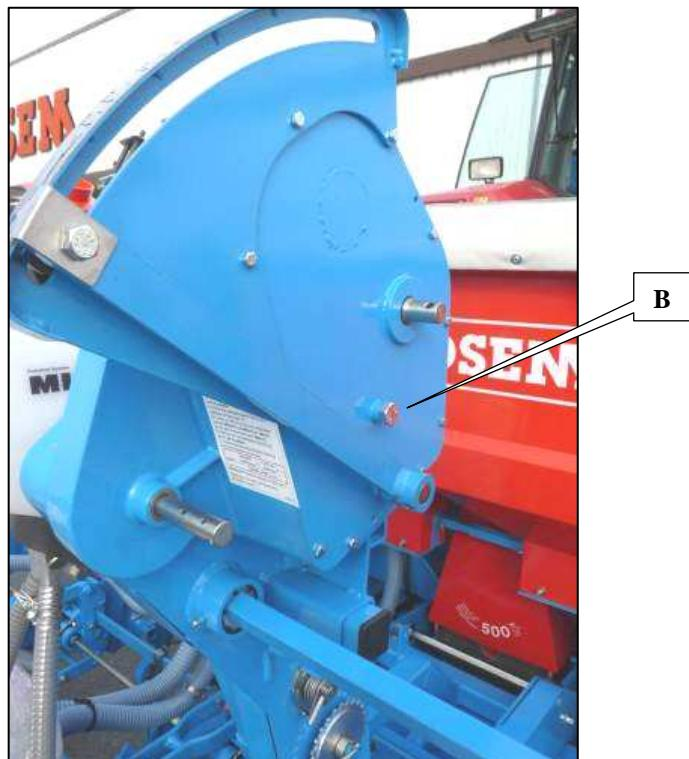

Fig. 3
- Graisser le variateur par l'orifice (B fig. 3) après avoir retiré la molette noire de blocage. Utiliser un lubrifiant synthétique en bombe sous pression (exemple : FÖRCH PTFE Truck S416).
- Grease the variator via the port (B fig. 3) after removing the black locking thumbwheel. Use a synthetic lubricant in a pressurised spray can.
- Den Regler durch die Öffnung schmieren (B Abb. 3), nachdem das schwarze Blockierräädchen entfernt worden ist. Einen synthetischen Schmierstoff in einer Druckbolze benutzen.
- Ingrassare il variatore dall'orifizio (B fig. 3) dopo aver rimosso la rotella nera di sicurezza. Utilizzare un lubrificante sintetico in bombola a pressione.